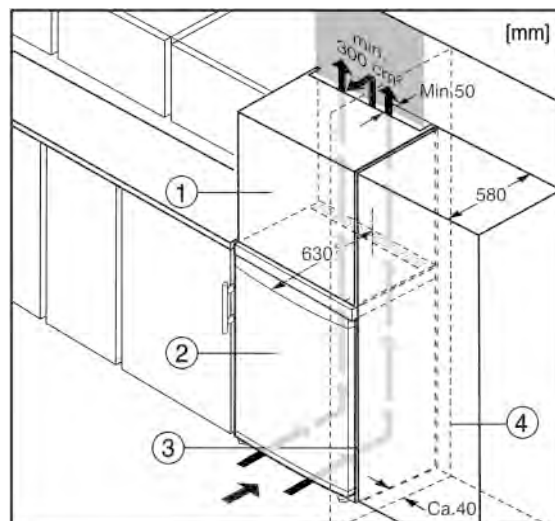

Fig. 10
(2) Устройство
(4) Стенка
Устройство может быть окружено кухонными шкафами. Чтобы уравнивать устройство *Fig. 10 (2)* по высоте с кухонной стенкой, можно установить над устройством дополнительный шкафчик *Fig. 10 (1)*.
При комбинировании с кухонными шкафами (глубина макс. 580 мм) устройство можно установить непосредственно рядом с кухонным шкафом *Fig. 10 (3)*. Устройство выступает сбоку на 34 мм* и по центру на 50 мм* относительно передней стенки кухонного шкафа.
Если устройство установлено на шарнирах у стены *Fig. 10 (4)*, то расстояние между устройством и стеной должно быть не менее 40 мм. Настолько выступает ручка при открытой дверце.